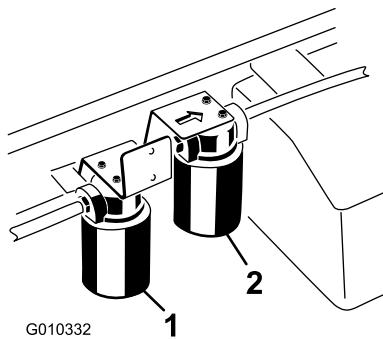

Bild 74
2. Reinigen Sie den Bereich um die Filterkontaktfläche. Stellen Sie eine Auffangwanne unter den Filter und entfernen den Filter (Bild 74).
1. Reinigen Sie den Bereich um den Befestigungsbereich des Hochfluss-Hydraulikfilters (Bild 74). Stellen Sie ein Auffanggefäß unter den Filter und entfernen den Filter.